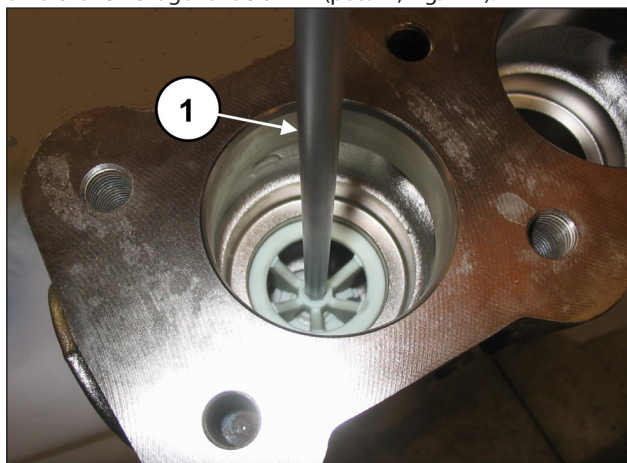

Fig. 111
Extraia o espaçador da guia da válvula, mediante o uso de uma chave hexagonal de 8 mm (pos. ①, Fig. 111).